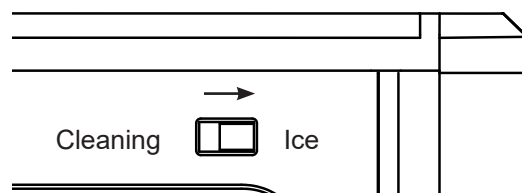

Figura 9
17. Una vez completado, vuelva a deslizar el selector trasero hasta el modo "Ice" (Hielo). Consulte la figura 9.